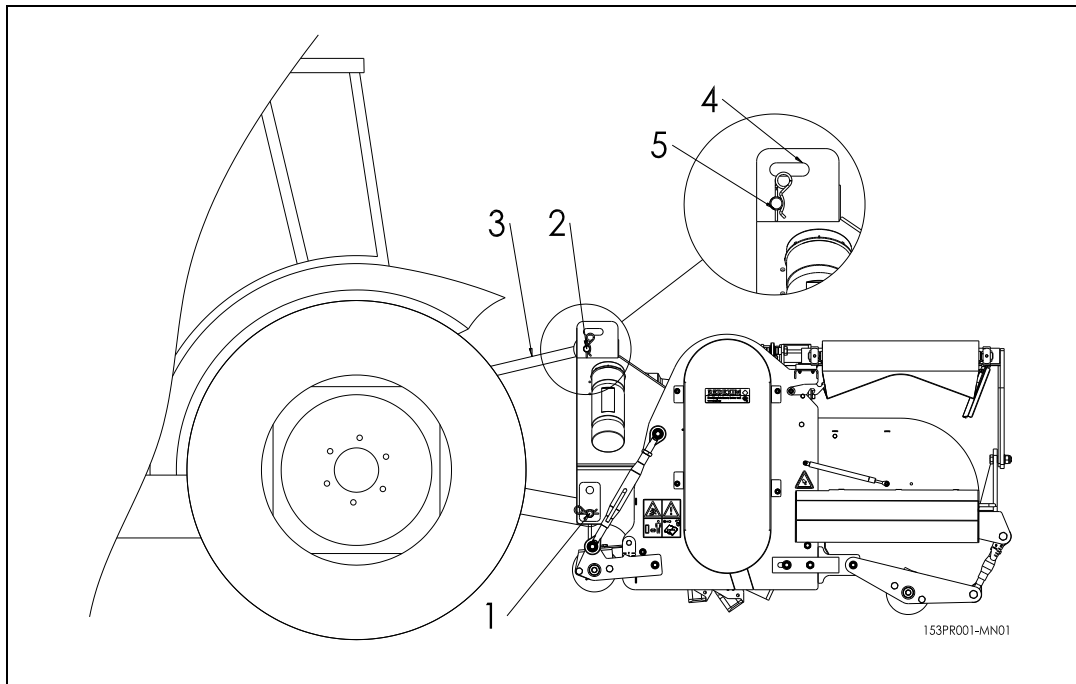

Abb. 9
Gehen Sie dazu wie folgt vor: (Abb. 9)
Sorgen Sie dafür, dass der Oberlenker angekuppelt und im Transportstand (Stellung 5) unter Spannung gesetzt wurde! Siehe Kapitel 4.0 Abb. 9. Andernfalls kann dies zu schweren Beschädigungen des Geräts führen.
6. Auf Wunsch kann der Oberlenker in die geländefolgende Stellung im Langloch 4 angebracht werden (siehe Kapitel 4.0, Abb. 9).